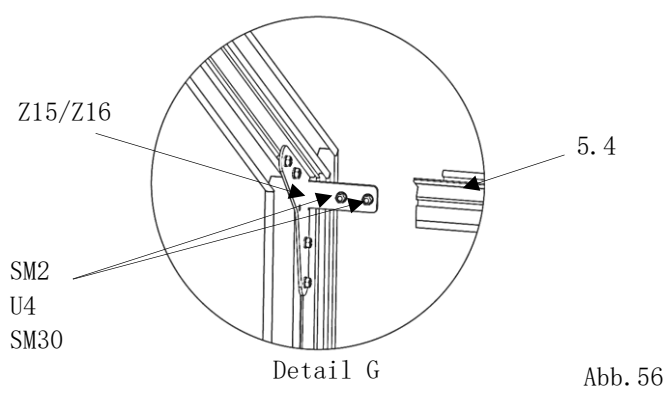

Abb. 56
- Siehe **Detail G** und **H** (Abb. 56/57)